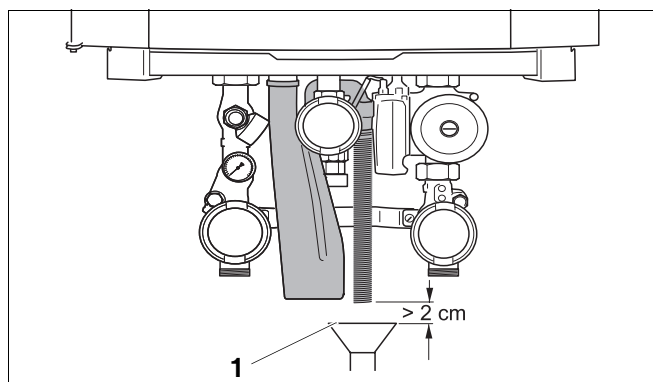

Fig. 10 Afvoeren van condenswater
- Het sifon in de aansluitset mag geen vaste verbinding met de condensafvoerleiding hebben. De minimale afstand tussen de sifon en de condensafvoerleiding bedraagt 2 cm (fig. 10).